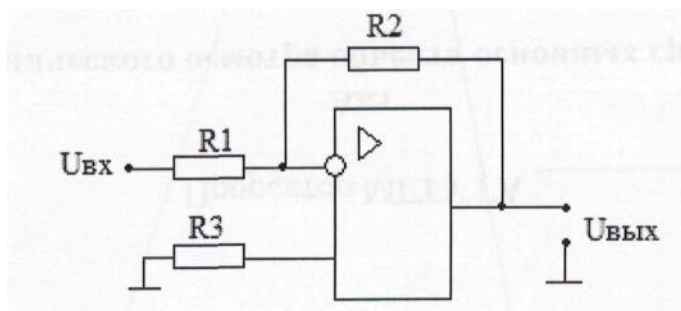

Рис.5.5
1. Инвертирующий усилитель (рис.5.5).